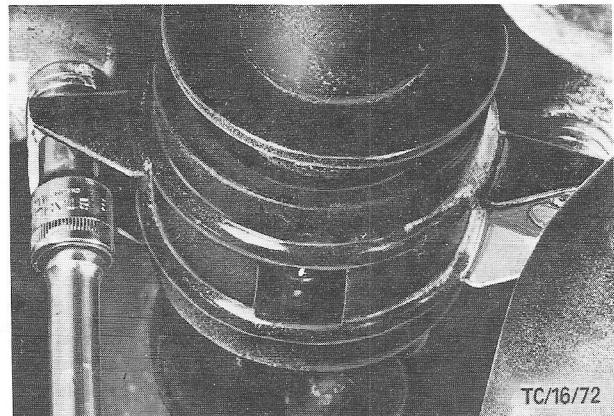

Fig.17 Tussenlager onder wagenbodern vastzetten.
19. Zet het tussenlager onder de wagenbodern vast (fig. 17).